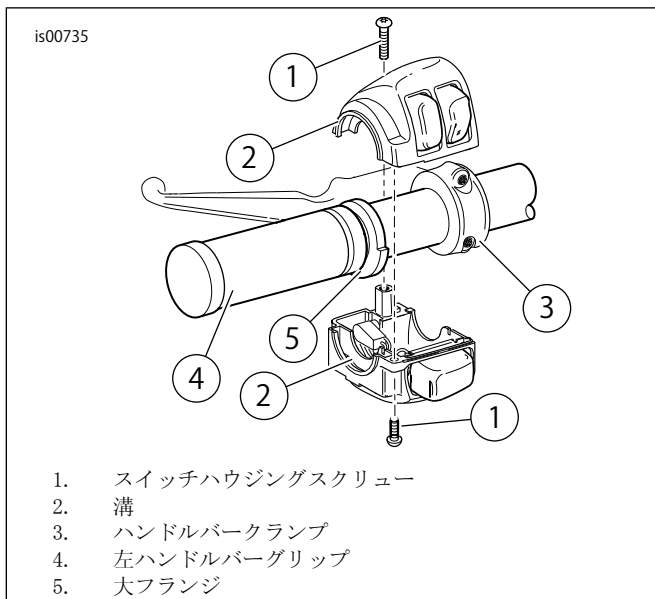

図1。左ハンドルバースイッチハウジング
1. 「図1」を参照。ハンドルパークランプ(3)をクラッチレバーブラケットに固定しているスクリュー2本と平ワッシャーを取り外す。ランプを外し、ハンドルバーからクラッチレバーアッセンブリーを離します。